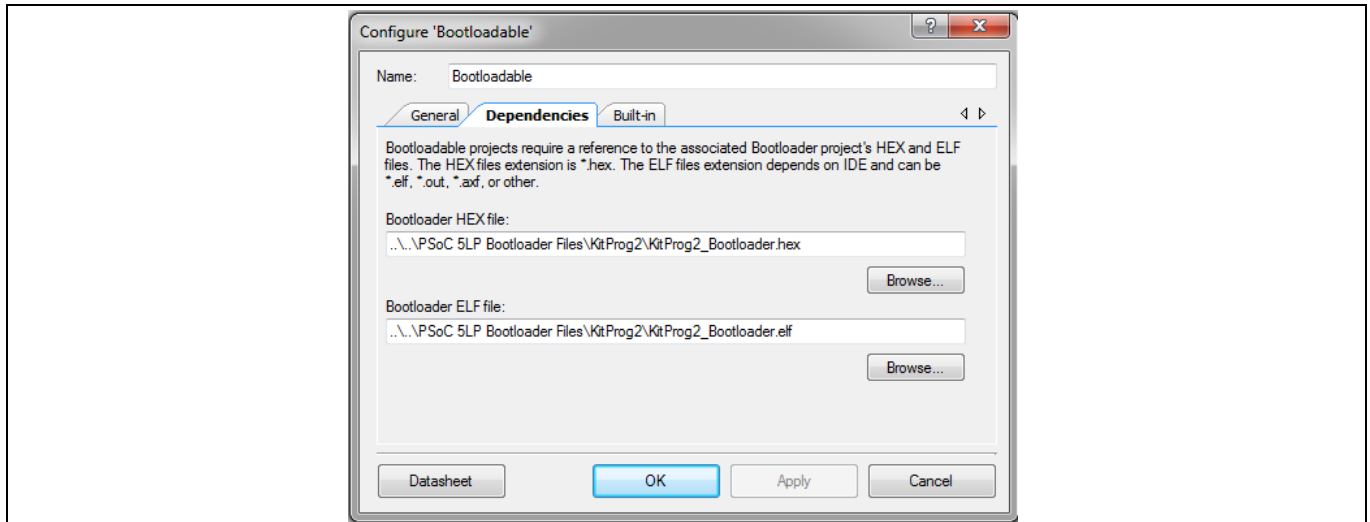

Figure 10 用于 KitProg2 的 Bootloadable 依赖属性
- d) 选择 **Dependencies** 选项卡，然后单击与 Bootloader HEX 文件相关的 **Browse**，如 **Figure 10** 所示。